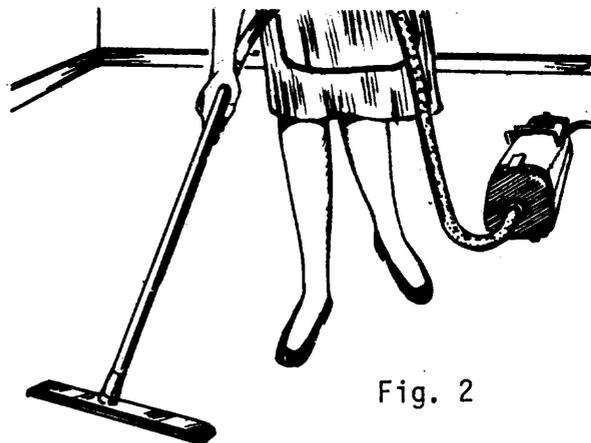

Fig. 2
1) El cepillo metálico giratorio debe quedar en posición horizontal sobre la alfombra o forro, para que pueda aspirar correctamente el polvo (fig. 2).